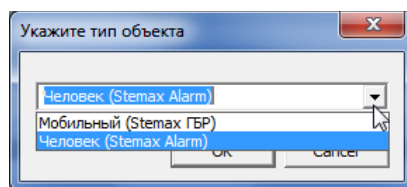

Рис. 15.11. Окно *Укажите тип объекта*
- 3.1. При связывании мобильного объекта (ГБР) или объекта типа *Человек* с карточкой мобильного устройства откроется окно *Укажите тип объекта* (Рис. 15.11), в котором необходимо выбрать тип связываемого объекта.